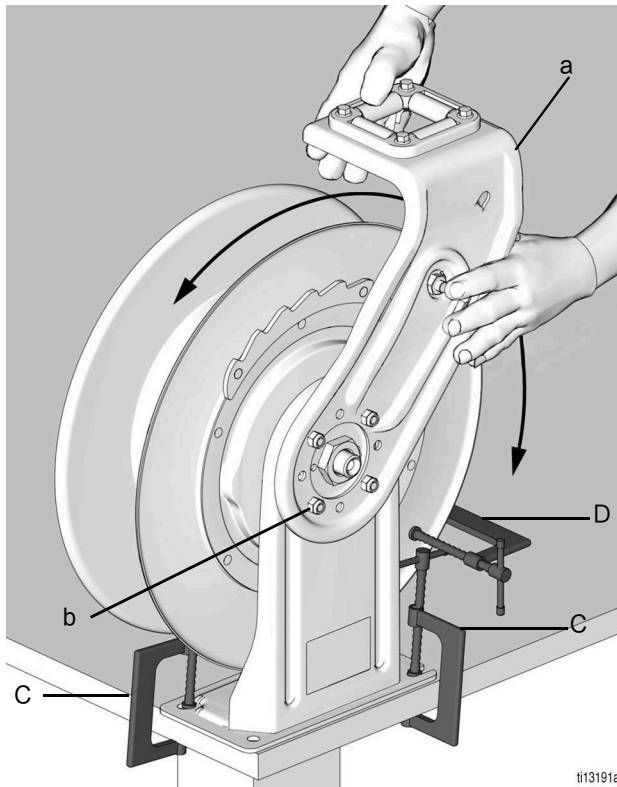

图 9
- a. 用 C 型夹 (C) 将卷盘固定在坚固的表面上 (图 9)。
- b. 将 C 型夹板 (D) 安装到卷盘法兰上、以防止卷盘意外脱锁和自由转动 (图 9)。